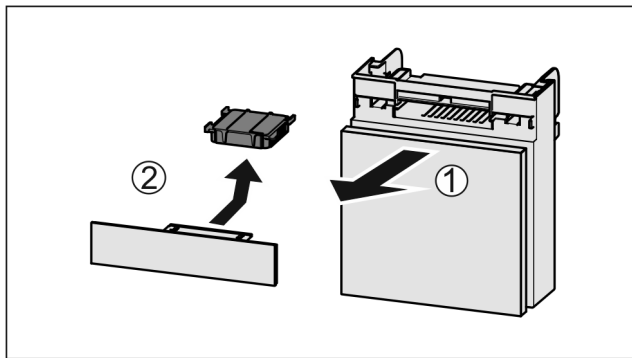

Fig. 36
- Издърпайте Fig. 36 (1) напред от отделениято.
- Извадете Fig. 36 (2) филтъра с активен въглен.